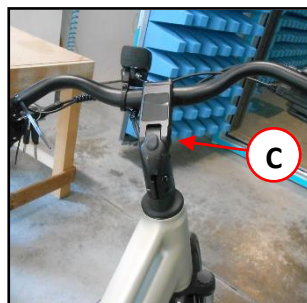

Figura 3 – Regolazione altezza manubrio.
6. La regolazione dell'altezza del manubrio la si ottiene allentando la vite posta nello snodo e regolando l'inclinazione dell'attacco manubrio regolare l'altezza e serrare nuovamente le viti (Rif. C Figura 3).